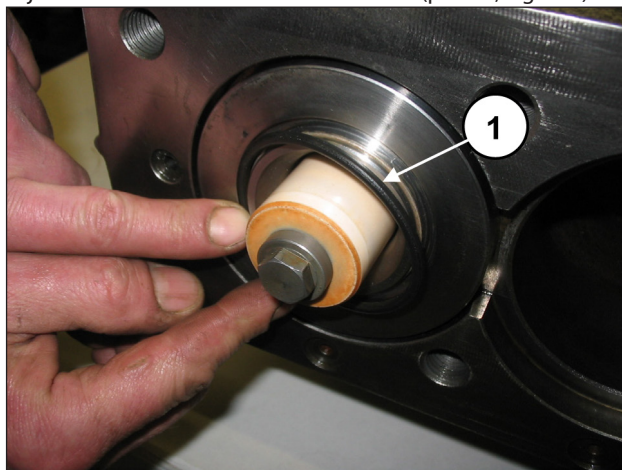
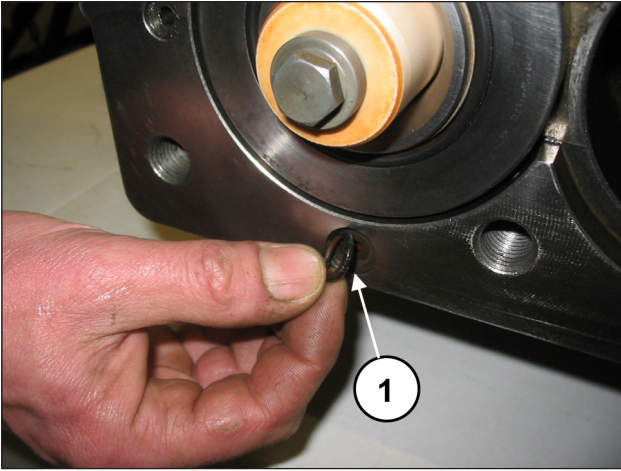

Fig. 161
Fig. 162
Montar la junta tórica frontal de la camisa (pos. ①, Fig. 161) y la junta tórica del orificio de recirculación (pos. ①, Fig. 162).